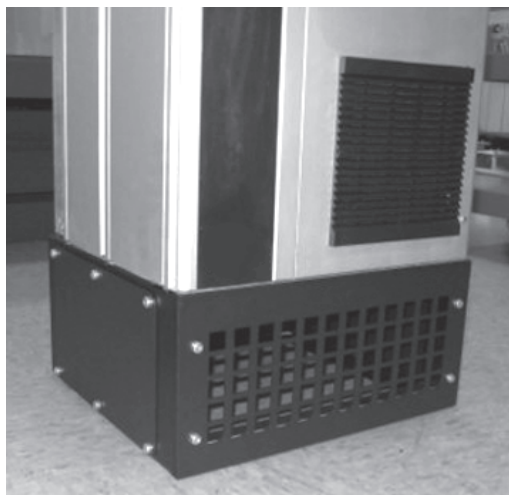

Fig. 7 CUE på en sokkel
4. Montér CUE på soklen med de vedlagte skruer. Se fig. 7.